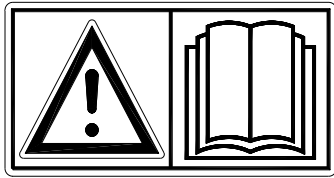

Fig. 1
**Lees en begrijp** (Fig. 1) de handleiding voordat u begint met het gebruiken van de Verti-Top Tow Behind.